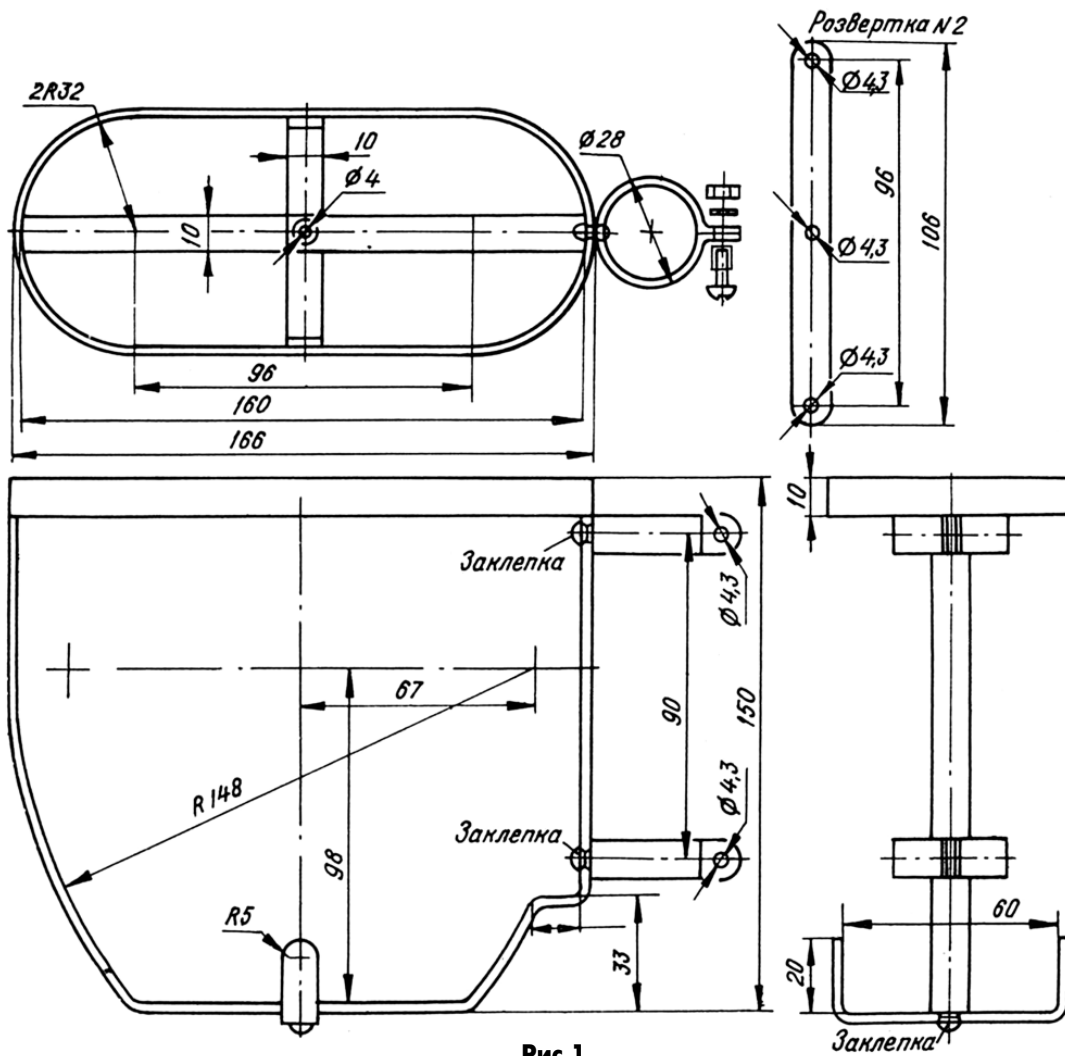

Рис.1
1. Установить на подседельную трубу держатель фляги для воды. Чертеж самодельного держателя, рассчитанного на использование овальной полиэтиленовой фляги, показан на **рис. 1**.